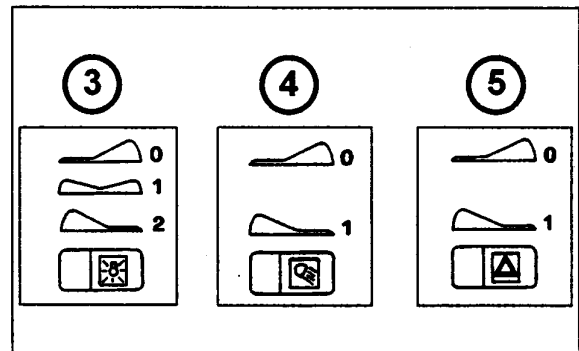

Fig. 3-6
3. Conmutador luces, funciona con conmutador arranque 6 en posición de contacto (Fig. 3-6):
4. Conmutador faro de trabajo trasero, funciona con conmutador 3 en posición 1 y 2 (Fig. 3-6):
5. Conmutador luces de emergencia (Fig. 3-6) funciona siempre: